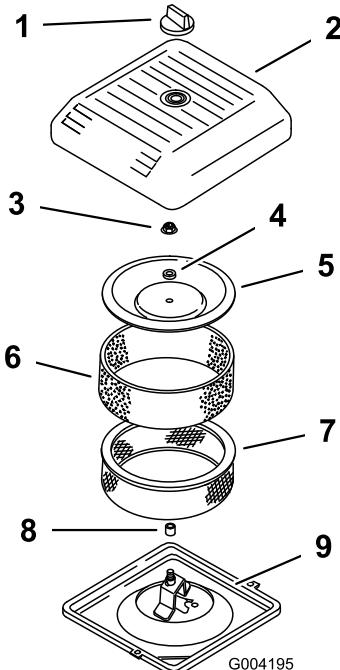

Figura 158
1. Deslice cuidadosamente el prefiltrado de gomaespuma sobre el elemento de papel (Figura 158).